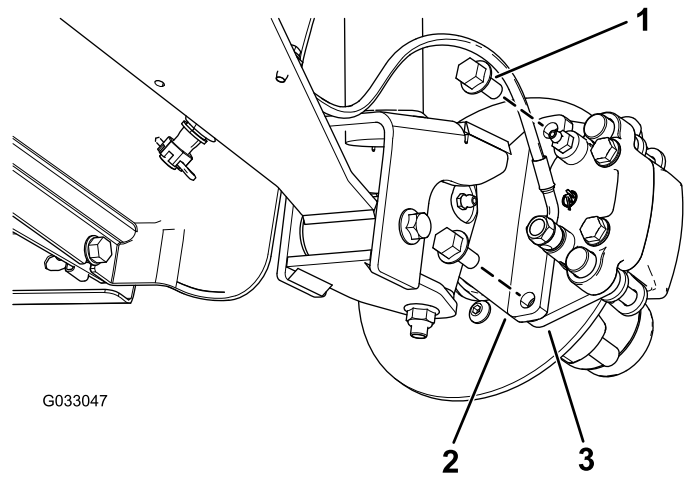
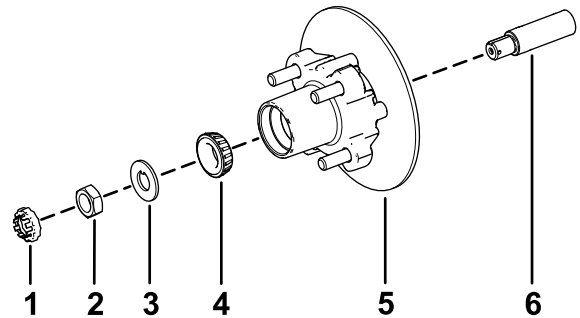

Figura 32
Figura 36
3. Retire los pernos con arandela prensada ( $\frac{3}{8}$ " x  $\frac{3}{4}$ ") que sujetan el soporte del conjunto de freno al eje y separe el freno del eje (Figura 32).
1. Aplique una ligera capa de grasa del tipo especificado en el eje (Figura 36).
2. Monte el cubo y el rotor en el eje con el rotor hacia dentro (Figura 36).
3. Monte el cojinete exterior en la mangueta y acople el cojinete al anillo de rodadura exterior (Figura 36).
4. Monte la arandela con pestaña en la mangueta (Figura 36).
5. Enrosque la tuerca en el eje y apriete la tuerca a 15 N·m (11 pulgadas-libra), girando el cubo para asentar el cojinete (Figura 36).
2. Alinee las pastillas de freno en cada lado del rotor (Figura 32) y los taladros del soporte de la pinza con los taladros de montaje del freno de la mangueta (Figura 36).
3. Sujete el soporte de la pinza a la mangueta (Figura 32) usando los 2 pernos con arandela prensada ( $\frac{3}{8}$ " x  $\frac{3}{4}$ " ).